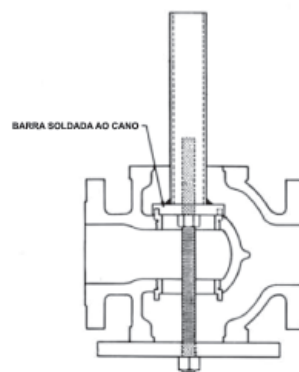

Figura 3
Os anéis rosqueados da sede (15 e 16) são instalados firmemente no ponto de fábrica e após anos de serviço comumente são de difícil remoção. Para facilitar a remoção, chaves de anéis da sede podem ser fabricadas para se encaixarem nas reentrâncias do anel da sede e adaptadas a uma chave padrão (ver Figura 3). Se o anel estiver excepcionalmente resistente à remoção, a aplicação de calor ou óleo penetrante pode ajudar.
C. Instale e aperte os anéis da sede utilizando a chave fabricada utilizada para a remoção. (Ver Figura 3).